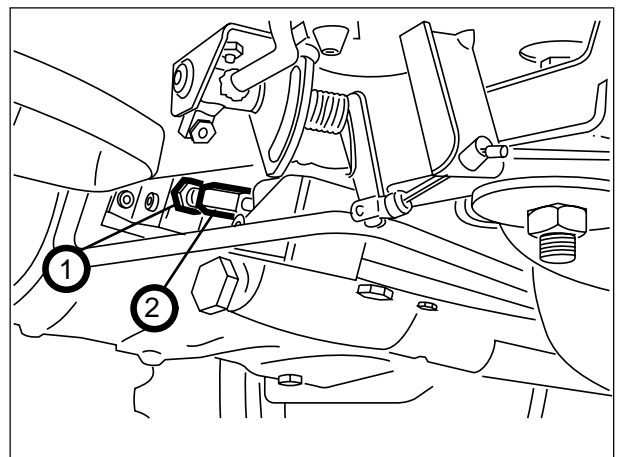

Fig. 48. Afinação da excursão do pedal dos travões e do travão de mão.
4. Desaperte a contraporca (1. Fig. 48) e atarraxe lentamente o regulador (2) até quando for impossível girar a roda com a mão.